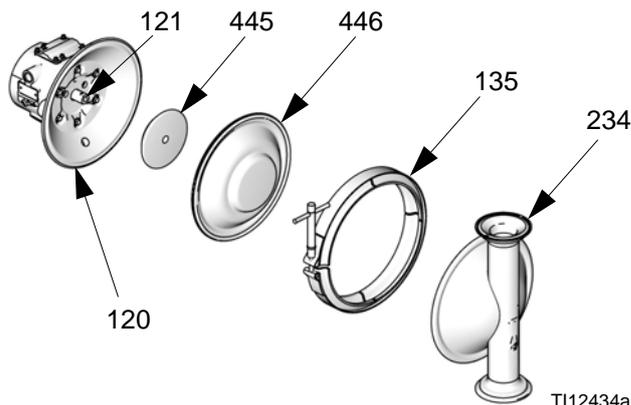

FIG. 21
3. Retirez les colliers (135) maintenant les capots à fluide (234) aux capots d'air (120). Retirez les capots à fluide (234) de la pompe. Consultez la FIG. 21.
5. Les membranes sont montées et serrées à la main. Pour le desserrage, saisissez fermement les deux membranes à côté du bord extérieur et tournez dans le sens inverse des aiguilles d'une montre. Un ensemble de membrane va se débloquer et le second restera attaché à l'axe. Retirez la membrane libérée (446) et le plateau côté air (445).
6. Sortez l'ensemble de membrane opposé et l'axe (121) du boîtier central (101). Maintenez les parties plates de l'axe à l'aide d'une clé plate de 19 mm et retirez la membrane et le plateau côté air de l'axe.
7. Recherchez des traces éventuelles d'usure ou de rayures sur l'axe de membrane (121). S'il est endommagé, vérifiez les coussinets (117) en place. Si les coussinets sont endommagés, consultez la page 28.
8. Introduisez une pointe pour joint torique dans le boîtier central (101), accrochez les joints en coupelle (110) et sortez-les du boîtier. Cela se fait avec les coussinets (117) en place.